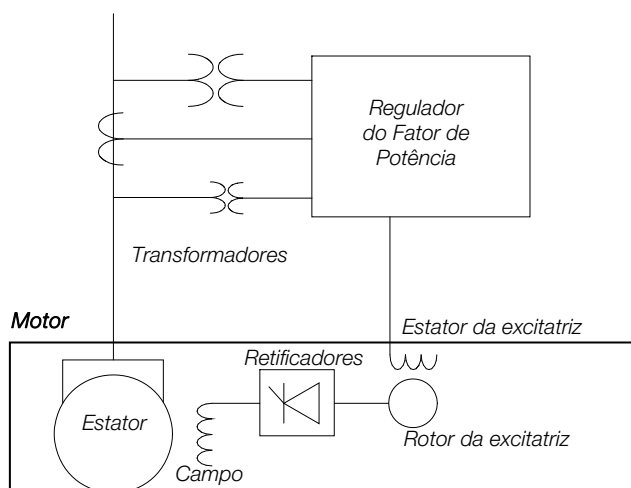

Figura 4.5: Esquema de ligação geral (motor síncrono sem escovas)
- A Figura 4.5 mostra o esquema de ligação unifilar de um motor síncrono sem escovas.